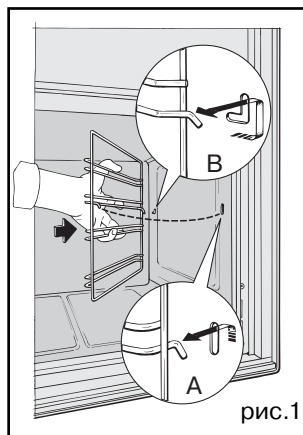
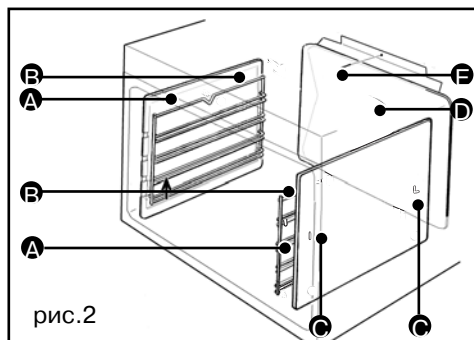

рис.1
рис.2
Снимите навесные направляющие (схема В рис.2), приподняв и потянув их вперёд (схема А рис. 1). Потяните на себя весь навесной элемент, приподнимите, чтобы снять задний фиксатор (схема В рис. 1). Извлеките навесной элемент из 2-х отверстий (схема С рис.2) в каталитической стенке. Затем извлеките каталитическую стенку (схема А рис.2). Установите новые элементы (направляющие), выполнив действия в обратном порядке.
Полностью отвинтите винт (схема Е рис.2), расположенный в верхней части задней стенки (схема D рис.2). Наклоните стенку вперёд, чтобы вынуть. Установите новую стенку, выполнив действия в обратном порядке.
- Поверните стеклянный колпак влево (рис. 1).